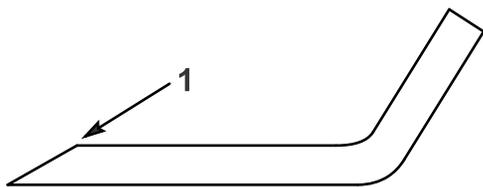

Figure 41
- Au moyen d'une lime, aiguissez les tranchants aux deux extrémités de chaque lame (Figure 41).